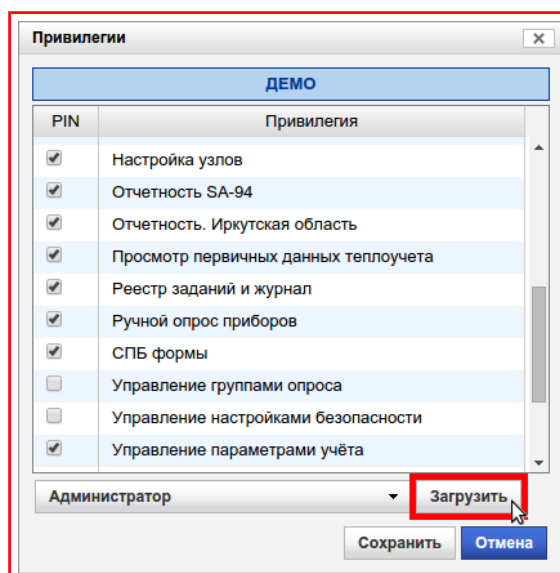

Рисунок 9.86 — Кнопка «Загрузить»
3.2.2) Нажать на кнопку «**Загрузить**», рисунок 9.86;